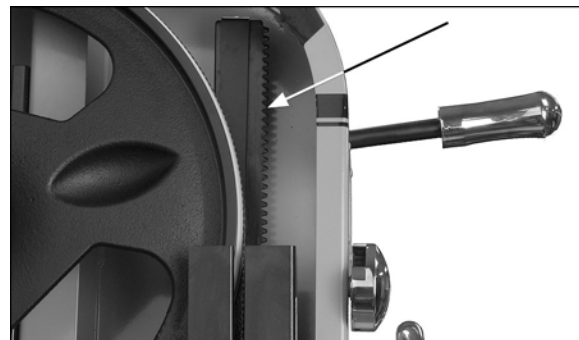

Рис. 43.
1. Периодически наносите маловязкую незастывающую консистентную смазку на механизм реечной передачи направляющей стойки (Рис. 43).